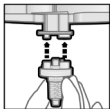

Рис. 2
3. Розмістіть змішувальну канюлю Dynamix (постачаються в комплекті) над випускними отворами картриджа (Рис. 2)